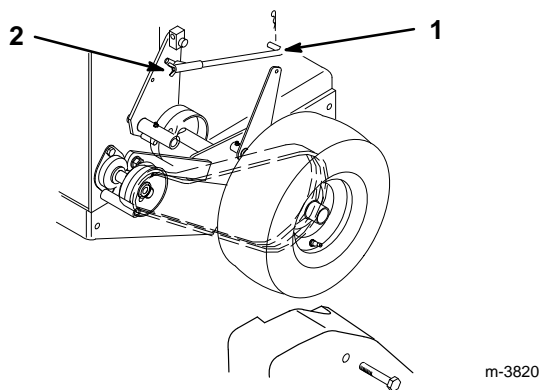

Figure 41
4. Pour régler le frein, verrouiller le frein de stationnement et visser les écrous papillons des tiges de frein (Fig. 41) dans le sens des aiguilles d'une montre pour resserrer le frein, ou en sens inverse pour le serrer moins fort.